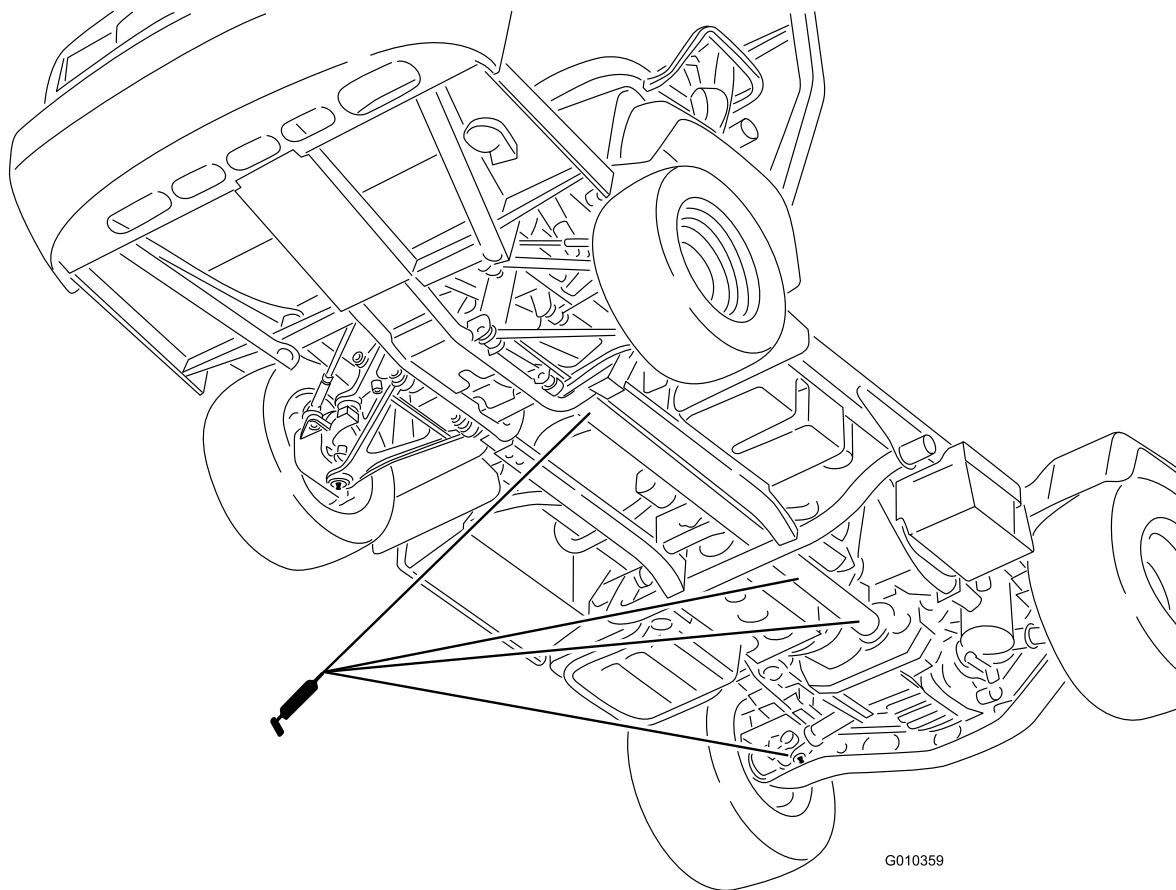

图32
- 万向节18个请参阅图32
- 4轮驱动轴3个请参阅图32